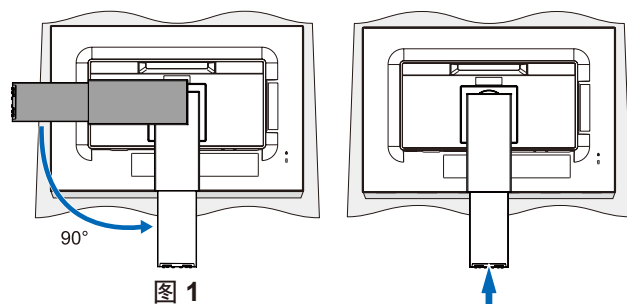

图 1
1. 将显示器面朝下放在一个不会造成磨损的表面上（图 1）。
2. 请按图 1 所示将立架旋转 90 度。